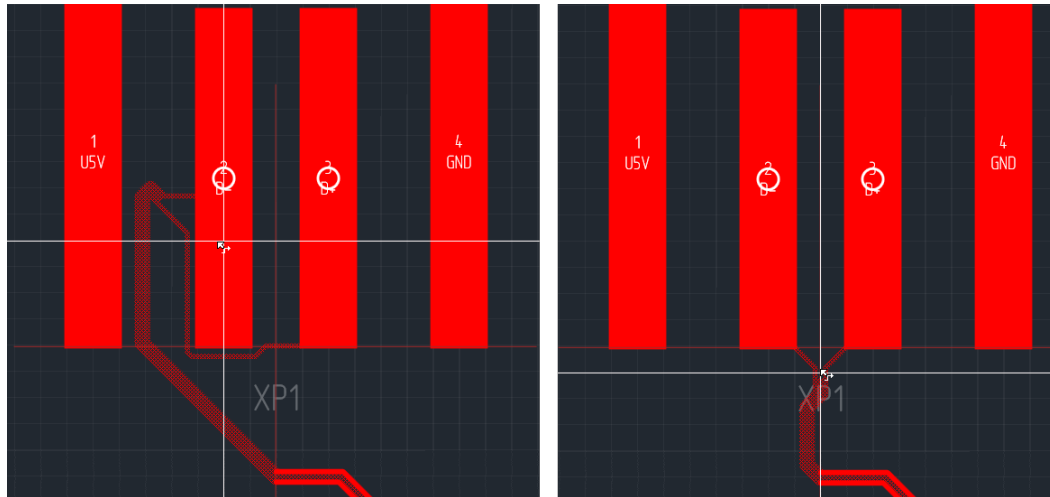
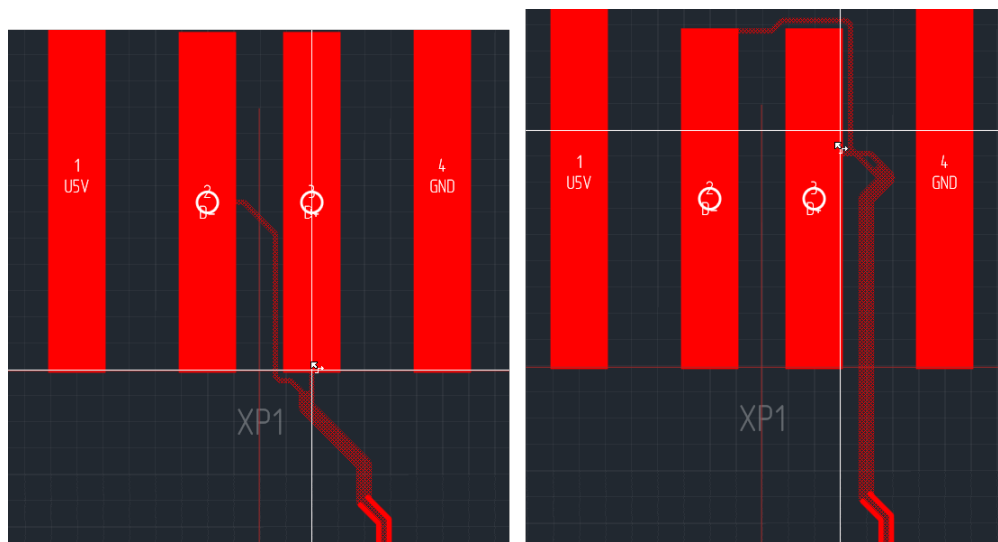

Рис. 337 Варианты подключения диффпары к «конечным» контактным
Рис. 338 Альтернативные варианты построения схождения диффпары
На Рис. 337 показаны некоторые из возможных вариантов построения схождения.
- Изменить положение участка диффпары вблизи контактных площадок и построить схождение заново. На Рис. 338 изменено расположение последнего зафиксированного участка диффпары по сравнению с Рис. 337 и поэтому становятся доступны альтернативные варианты построения схождения.